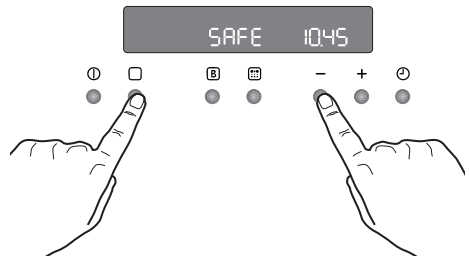

Abb. 13
2. Drücken Sie gleichzeitig die Tasten  und "—" etwa 3 Sekunden lang. Ein akustisches Signal ertönt und die Anzeige „SAFE“ erscheint im Display (Abb. 13).